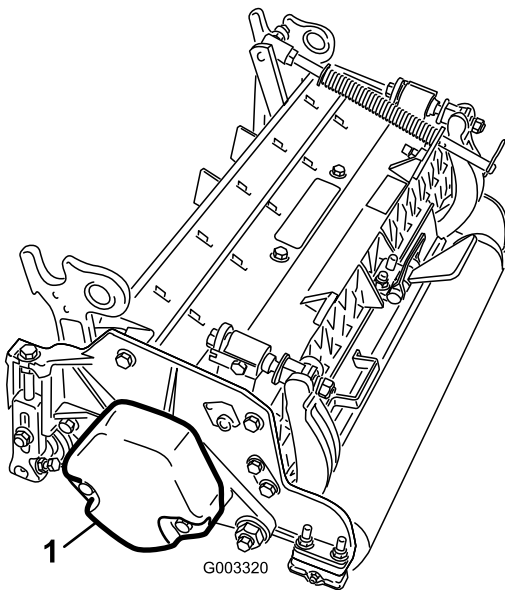

Bild 6
2. Nehmen Sie das Gegengewicht ab (Bild 6).